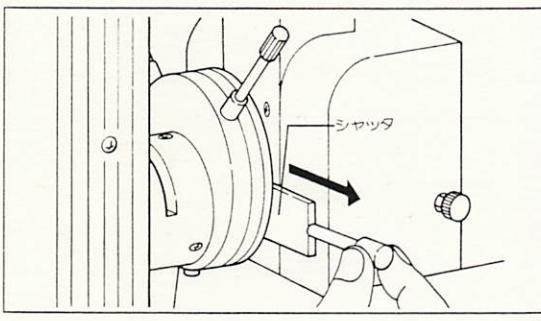

図15
- 4) シヤッタノブを引いて、シヤッタを光路より外します。(図15)